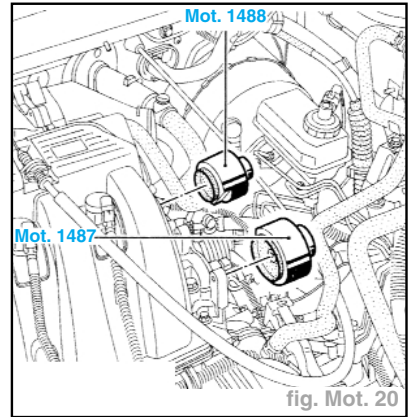

fig. Mot. 20
- les bouchons d'étanchéité neufs (fig. Mot. 20) :